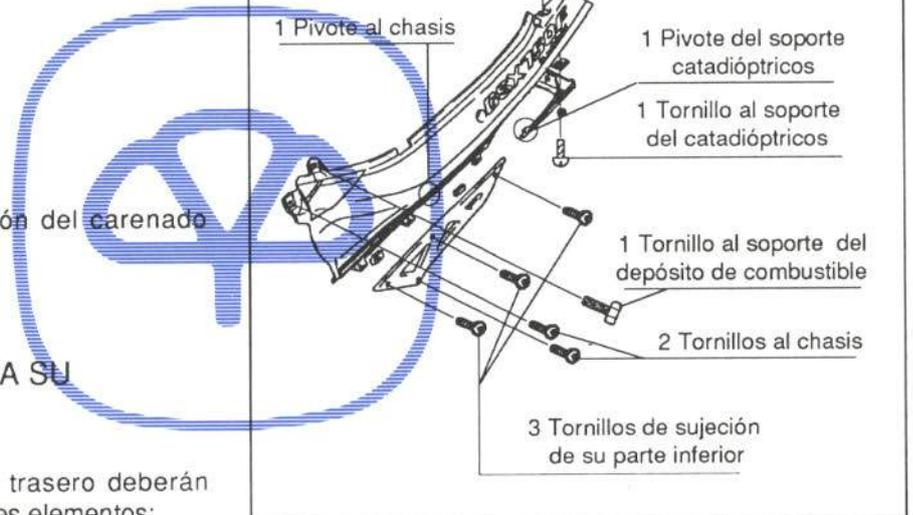

Figura 20.- Unión del carenado trasero
En la figura 20 se detalla la unión del carenado trasero.
- Parte inferior del carenado trasero (figura 20)